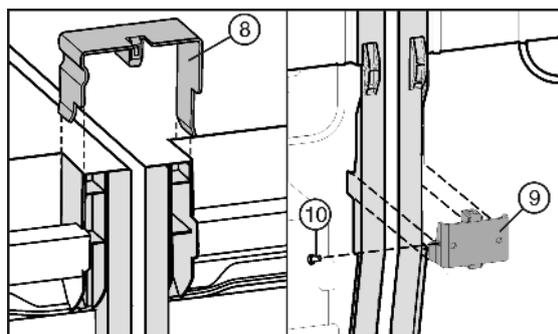

Fig. 7
- ▶ Вставьте соединительную скобку Fig. 7 (8) сверху в средние боковые стенки.
- ▶ Вставьте соединительный уголок Fig. 7 (9) снизу в соответствующий вырез.
- ▶ Если соединительный уголок сидит свободно, установите винт Fig. 7 (10).